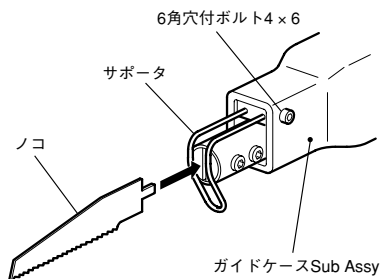

図7
- (3) 付属の六角棒スパナ3にて六角穴付ボルト4×6をゆるめ、サポータをガイドケースSub Assyに差し込み、六角穴付ボルト4×6を確実に締めつけます。（図7）
- (4) ノコ刃を十分奥までホルダーに差し込みます。（図7）
- (5) 六角穴付止めネジ 平先5×6を確実に締めつけます。（図7）